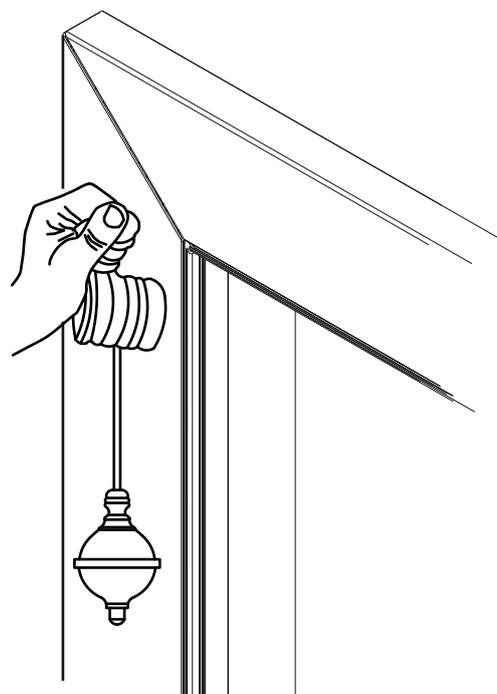

fig. F1
- 🔪 Poggiare il telaio sulla parete e murare le palette a discrezione del muratore, **controllando scrupolosamente il piombo, il livello e l'allineamento del telaio.** **(fig. F1)**